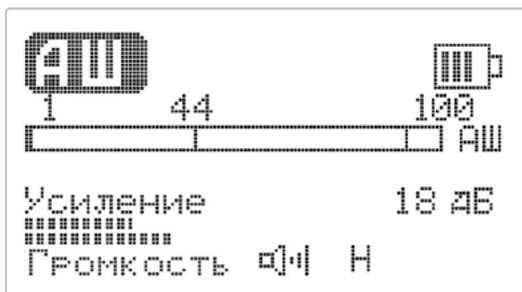

Рисунок 12 – Основной экран меню канала «АШ»
4.9. Работа акустическим методом на канале «АШ». Основной экран канала «АШ» (рис. 12). Полоса пропускания на канале «АШ» 100...2000 Гц. Канал может быть использован для прослушивания всего спектра сигналов, принимаемых датчиком.